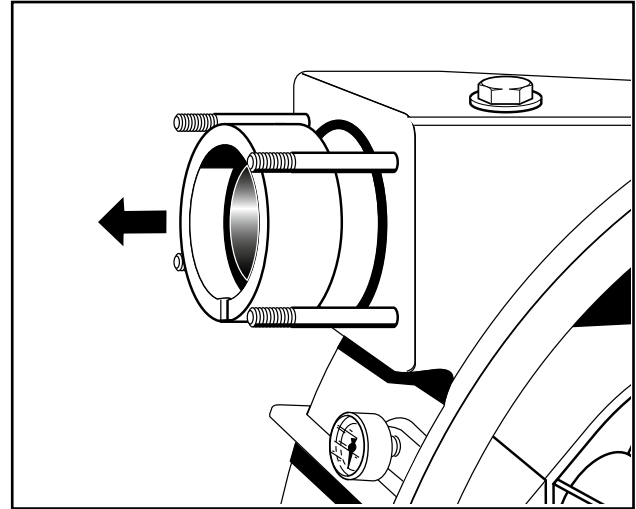

Fig. 30 Desmontaje del paquete del anillo de apriete
6. Desmontar entonces el escape (fig. 30). Extraer la arandela de retención, el anillo de apriete, el anillo graduado y la junta (fig. 30) de la manguera de bombeo.